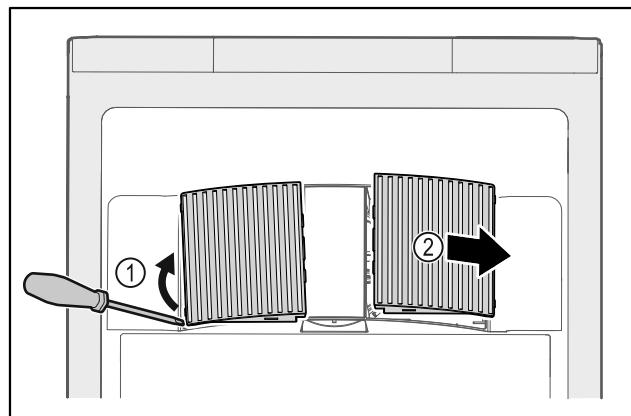

Fig. 200
- Αναμοχλεύστε προσεκτικά από το πλάι τα καλύμματα του ανεμιστήρα Fig. 200 (1) και αφαιρέστε τα προς τα εμπρός Fig. 200 (2).